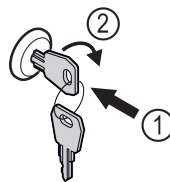

Fig. 176
- Sleutel erin duwen. Fig. 176 (1)
- Sleutel 90° rechtsom draaien. Fig. 176 (2)